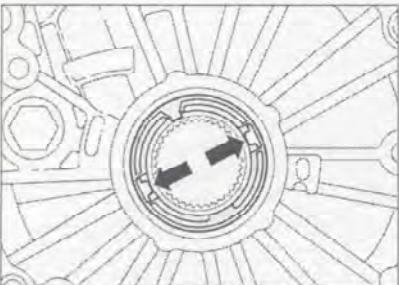

Рис. 7.127. Отверткой отожмите зажимы в направлении стрелок.
3. Отверткой отожмите зажимы в направлении стрелок (рис. 7.127).